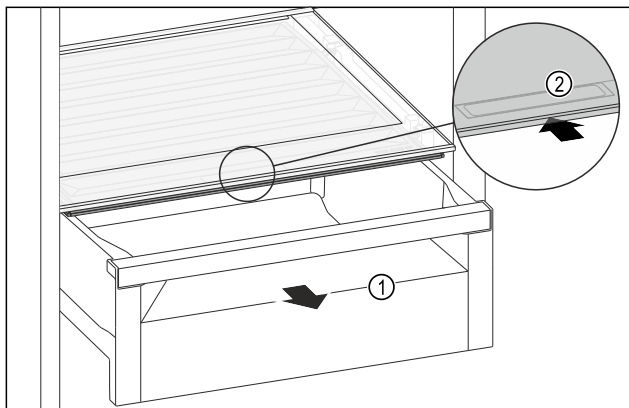

Fig. 113
- ▶ Извлеките выдвижной ящик Fig. 113 (1).
- ▶ Возьмитесь за утопленную ручку Fig. 113 (2) на крышке отделения и одновременно введите крышку отделения назад.